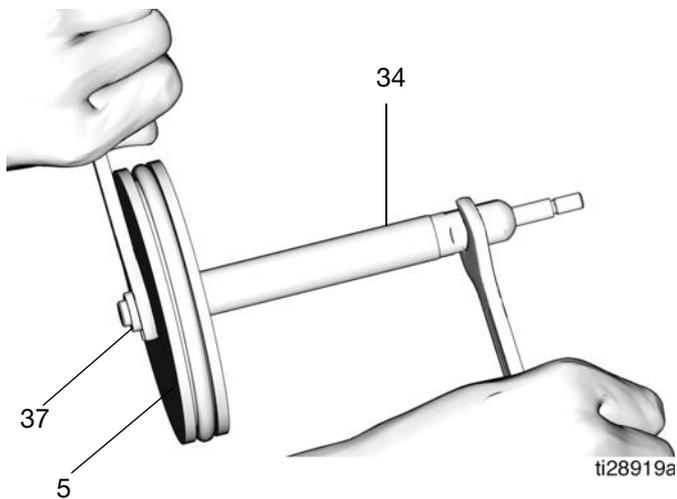

FIG. 22
- b. Separare l'asta del pistone (34) e il pistone (5) utilizzando due chiavi e agendo in direzioni opposte. Utilizzare una chiave sulle parti piatte dell'asta del pistone e la seconda chiave per allentare il dado (37) (FIG. 22).